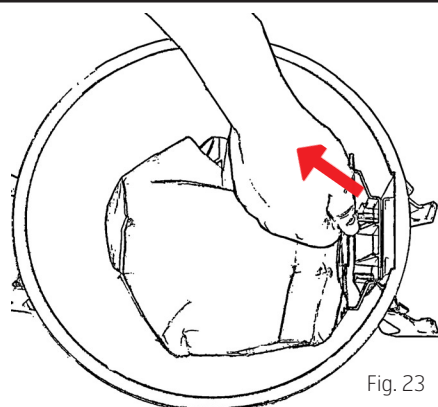

Fig. 23
6. Ta bort støvposen ved å ta tak i papprikke og forsiktig dra ut brikken og posen fra beholderen, Fig. 23.